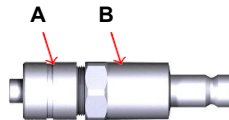

Abbildung 4.7.: Selbstdichtender Kupplungsstecker; mit Kühlwasserschlauch zu verbinden (Überwurfmutter A und Kupplungsstecker B)
- a) Schrauben Sie die Überwurfmutter A vom Kupplungsstecker B ab; siehe Abbildung 4.7 auf Seite 21. Schieben Sie die Überwurfmutter auf den Schlauch. Schieben Sie das Schlauchende auf den Kupplungsstecker und schrauben Sie die Überwurfmutter wieder an den Kupplungsstecker. Verfahren Sie ebenso mit dem zweiten Schlauch.